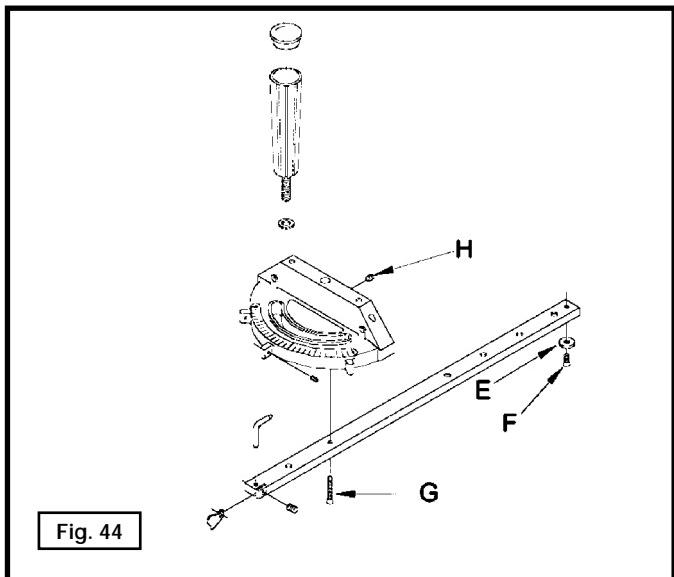

Fig. 44
La tête du guide d'onglet pivote sur une vis spéciale conique (G) qui fixe la tête à la barre du guide d'onglet. Si la tête du guide d'onglet pivote difficilement ou trop facilement, régler le pivotement en desserrant la vis de réglage (H) fig. 44, et en tournant la vis (G) vers l'intérieur ou l'extérieur. Resserrer la vis (H) une fois le réglage complété.
Le guide d'onglet est muni d'une plaque (E) fig. 44 qui s'adapte dans la rainure en T de la table. La plaque permet d'éloigner le guide d'onglet de la table sans qu'il tombe ce qui prolonge la capacité de coupe devant la lame.